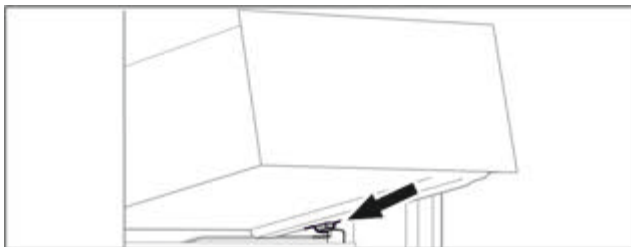

Fig. 34
- ▶ Встановити висувний ящик за стопорами на ребро для резервуару навскоси. (див. Fig. 34)